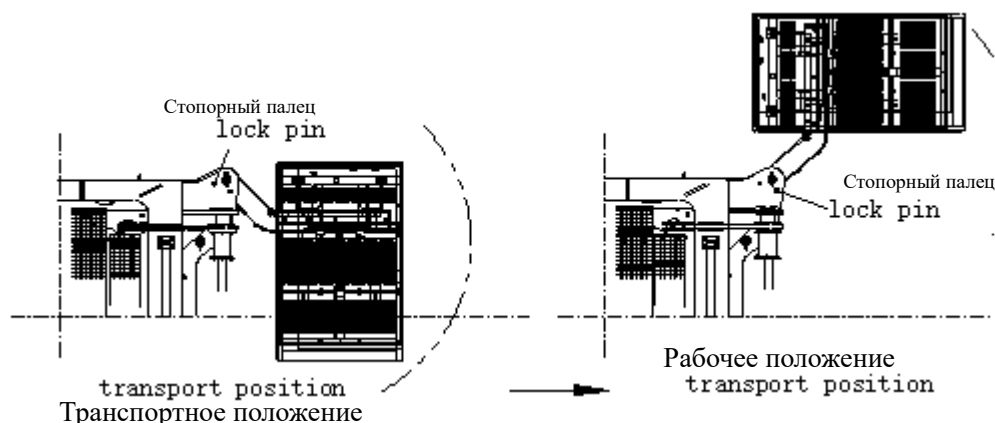

Рисунок 3-16 Поворот кабины оператора в рабочее положение
4. Извлеките стопорный палец кабины оператора, выдвинуть шток гидроцилиндра поворота кабины, повернув кабину из транспортного положения в рабочее, вставьте стопорный штифт (рисунок 3-16).
Монтаж второй гусеничной тележки должно выполняться в соответствии с описанием монтажа первой гусеничной тележки, см. рисунок 3-16. После монтажа второй гусеничной тележки ее необходимо опустить на землю, полностью втянув штоки гидроцилиндров аутригеров и откинуть четыре балки аутригеров в положение транспортировки и зафиксировать их по обеим сторонам ходовой рамы. Для подключения гидравлического трубопровода между ходовой рамой и гусеничной тележкой используйте быстроразъемное соединение.